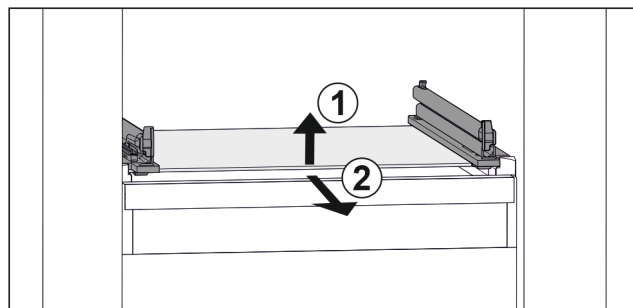

Fig. 43 Vejledende visning af glaspladen
- ▶ Løft glaspladen foran. Fig. 43 (1)
- ▶ Tag glaspladen ud fremefter. Fig. 43 (2)